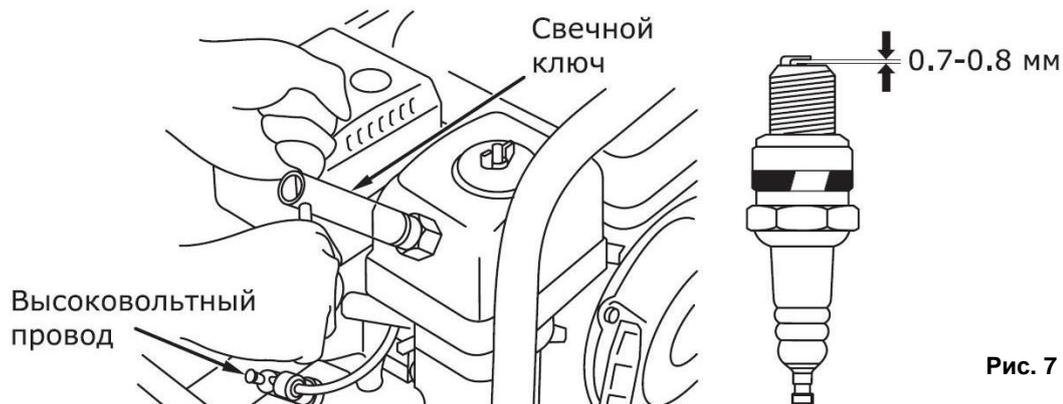

Рис. 7
- Выверните свечу свечным шестигранным ключом (См. Рис.7).